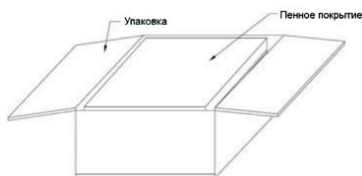

Рис. 2-6 Вскрытие упаковки
2. Обрежьте упаковочную ленту и скотч, чтобы открыть упаковку, как показано на рис. 2-6.